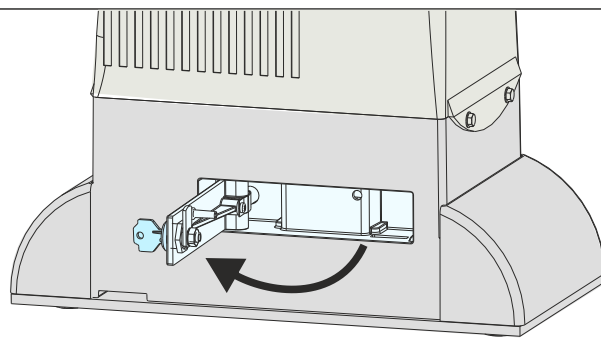

Fig. 35
- Tirer le levier de déverrouillage jusqu'à la butée, 90° environ - Fig. 35